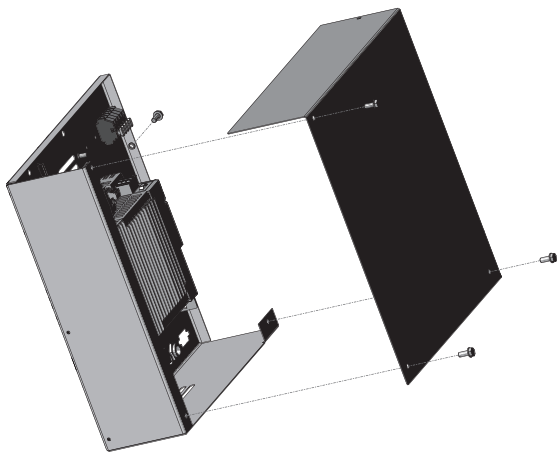

Fig. 145 Abdeckung bei Schaltfeld 4 entfernen
- Schaltfeld 4 montieren; 4 Schrauben bei Abdeckung Schaltfeld 4 entfernen und Abdeckung abnehmen – Fig. 145.